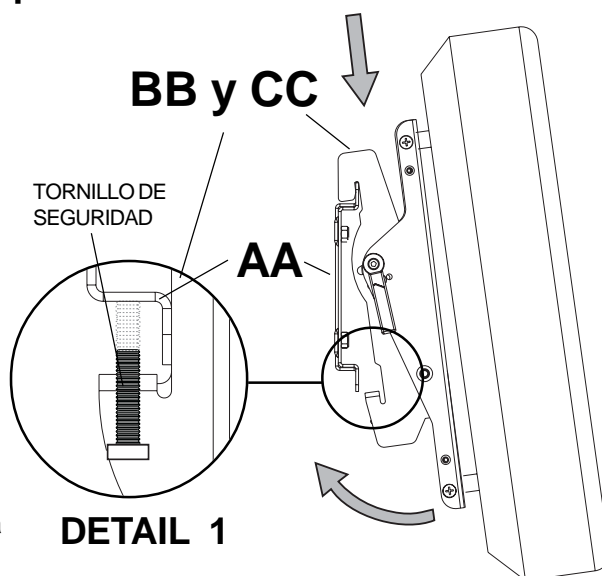

fig 5.1
- 5** **NOTA:** Por motivos de seguridad, reemplace los tornillos de seguridad en cada soporte de inclinación con un tornillo de seguridad M5 x 30 (HH) usando la llave (II).
Ajuste los soportes a la máxima inclinación hacia atrás y apriete. Enganche los soportes de inclinación (BB y CC) en la placa de pared (AA). Entonces cuelgue la pantalla lentamente según se ilustra. Voltee los tornillos de seguridad con una llave en dirección de las manecillas del reloj hasta que estén apretados del todo y la punta de los tornillos hagan contacto seguro con el fondo de las placas de pared, según se muestra en el detalle 1. de la ilustración 5.1.